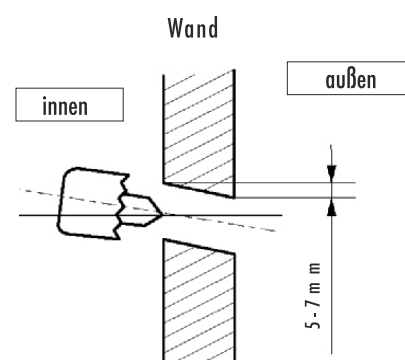

Abbildung 11
1. Die Lage der Löcher gemäß der Darstellung in Abb. 8, 9, 10 festlegen. Bohrung ($\varnothing 65$ mm) mit leichter Schräge nach außen bohren. (Abb. 11)